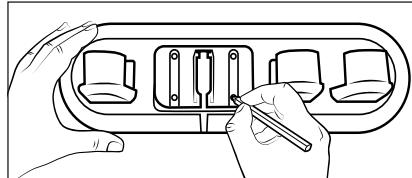

Fig. 5
- 3) Utilice el soporte para accesorios 16 para marcar los cuatro orificios en la pared con un lápiz (consulte la fig. 5).